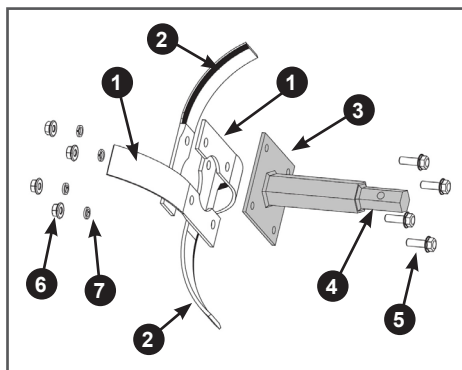

**Рис. 16 Установка ножей на внутренний фланец основной секции оси фрезы**
4. Установите ножи на внешний (со стороны редуктора) фланец 3 основной секции оси (Рис. 16). Со стороны уже собранной на внутреннем фланце группы ножей вставьте в отверстия во внешнем фланце 3 оси болты 4, далее в соответствии с рисунком 16 на внешний фланец 3 оси с внешней его стороны установите правые ножи 1 (имеющие изгиб в сторону от редуктора). После этого установите левые ножи 2 (имеющие изгиб к редуктору) как показано на Рис. 16, затем установите пружинные шайбы 6 и закрутите гайки 5 (Рис. 16). Затяните все резьбовые соединения